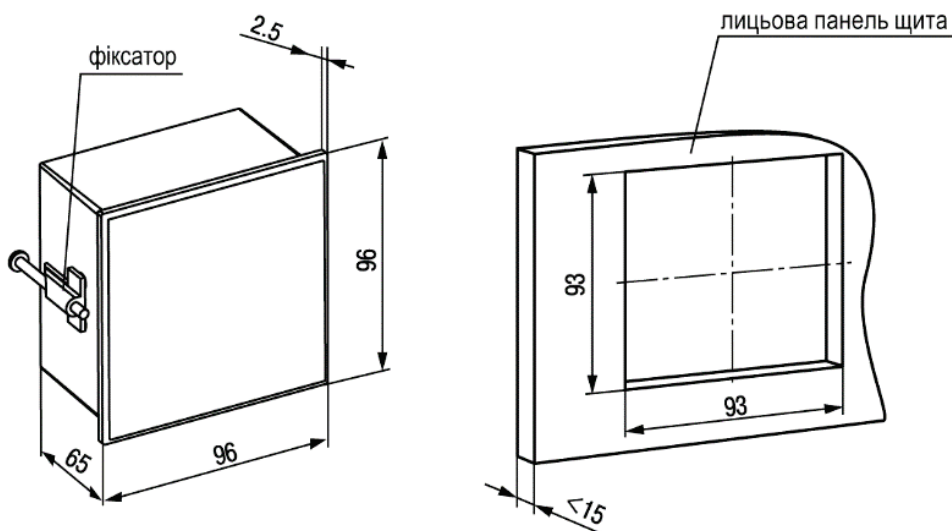

Рисунок 4.4 – Габаритні розміри корпусу Щ1
1. Підготувати на щиті керування монтажний виріз для встановлення пристрою (див. рисунок 4.4).